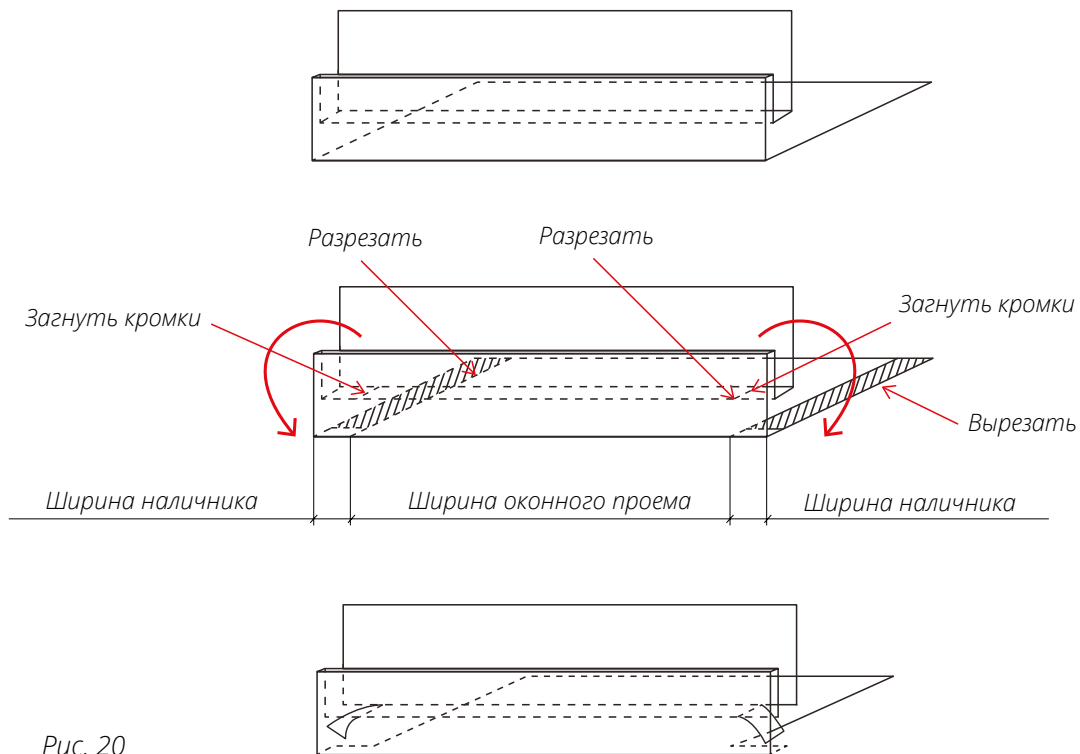

Рис. 20
- Подготовьте верхнюю Околооконную планку по схеме на *рис. 20* и закрепите аналогично боковым планкам.